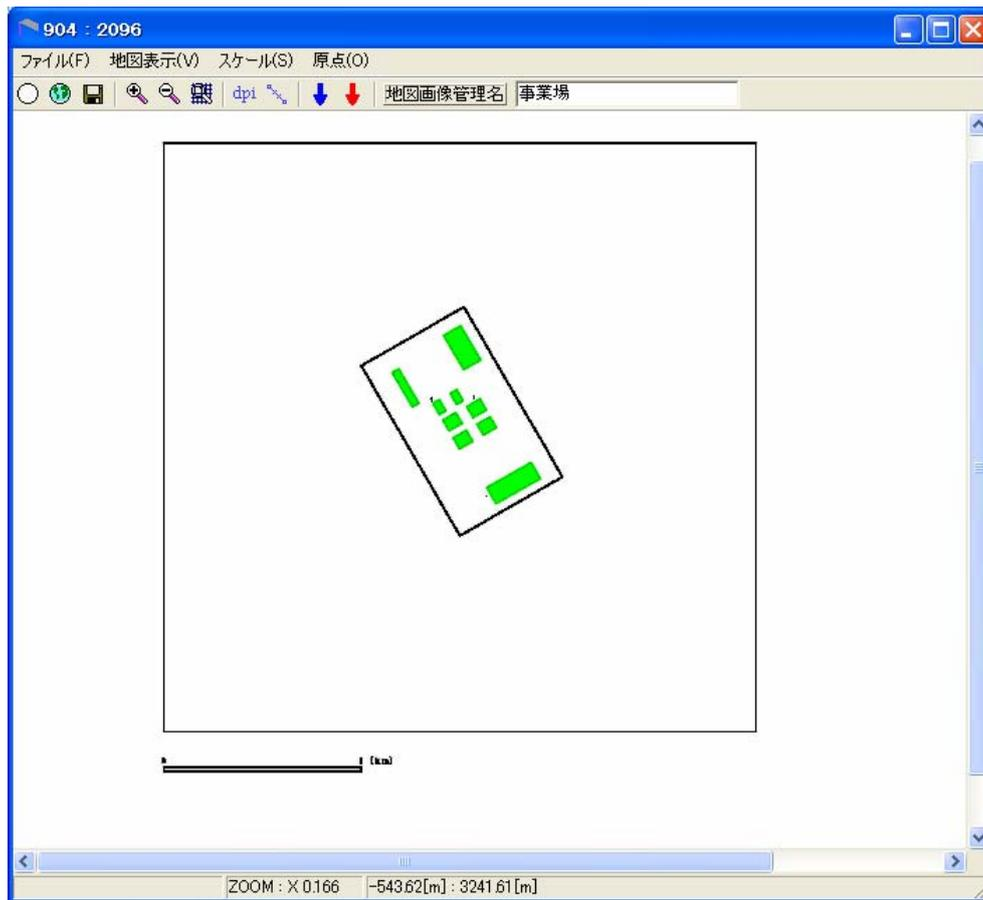

図 6.5-10 背景地図の登録後（注  を 4 回押して縮小している）
- 2) 画面に表示されたら地図画像管理名を入力します(図 6.5-10)。